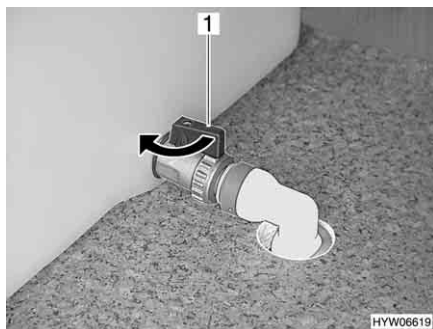

Fig. 173 Serbatoio dell'acqua, rubinetto di scarico acqua
- Chiudere il rubinetto di scarico acqua del serbatoio dell'acqua. Ruotare la leva (Fig. 173,1) nella direzione della freccia.